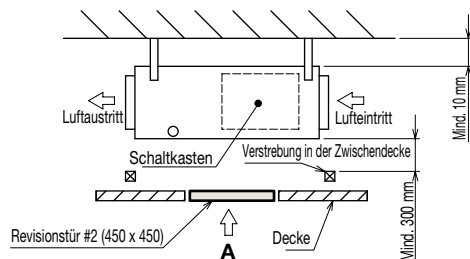
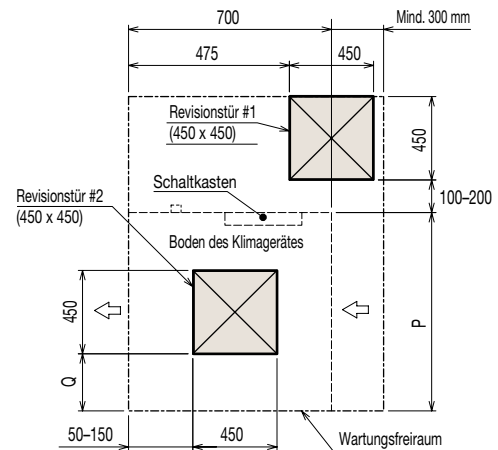

Abb. 1
Abb. 2 (Ansicht aus Richtung Pfeil A)
- (1) Bei mindestens 300 mm Abstand zwischen Kanalgerätunterkante und der Oberkante Zwischendecke (Abb. 1) sehen Sie zwei Revisionsöffnungen #1 und #2 (jeweils 450 x 450 mm), wie in Abb. 2 gezeigt vor. Wenn der Platz unterhalb des Gerätes ausreichend ist, dass eine Service-Person dort bequem arbeiten kann, ist die Revisionsöffnung #2 nicht unbedingt erforderlich.